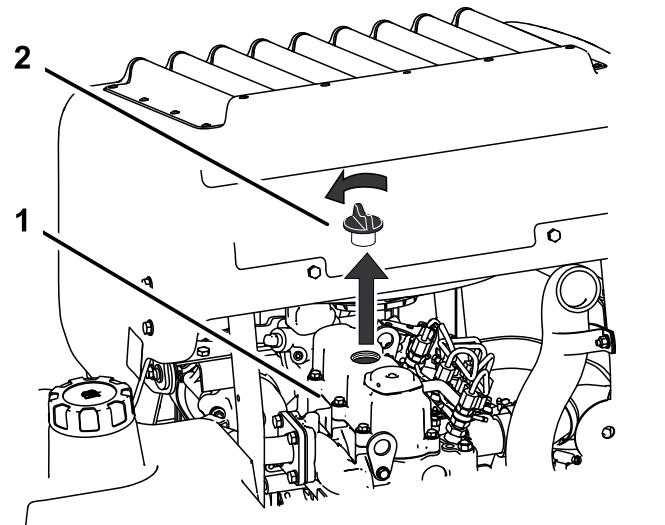

Figura 52
- Retire el tapón de llenado de aceite de la parte superior del motor (Figura 52).
2. Retire el tapón de llenado y la varilla (Figura 52).